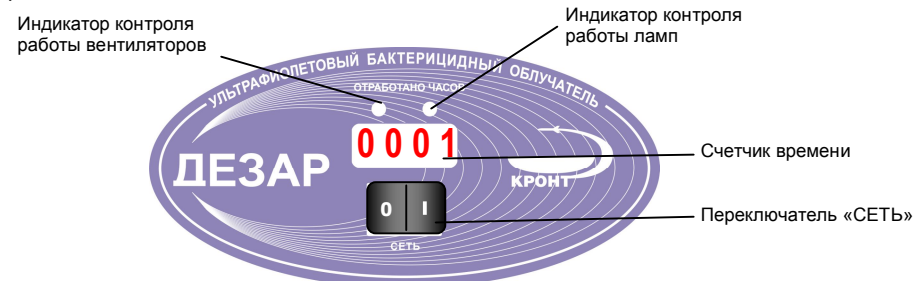

Рис.1
- 5.6. Переключатель «СЕТЬ» расположен на лицевой панели крышки (рис.1).
- 5.7. Световые индикаторы (рис.1), расположенные на панели управления, контролируют поступление напряжения питания на лампы и вентиляторы, сигнализируют о выходе из строя лампы, предохранителя цепи вентиляторов. При отсутствии напряжения индикатор гаснет.